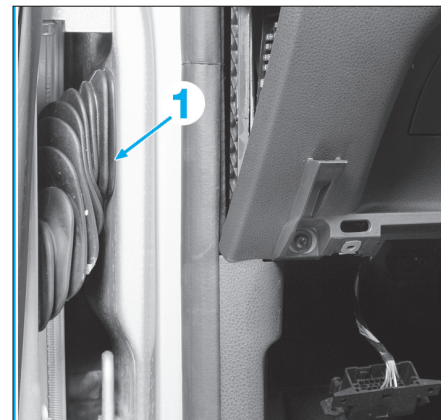

Fig. 59
- Déloger le soufflet (1) (Fig.59) et débrancher les différents connecteurs d'alimentation de la porte.